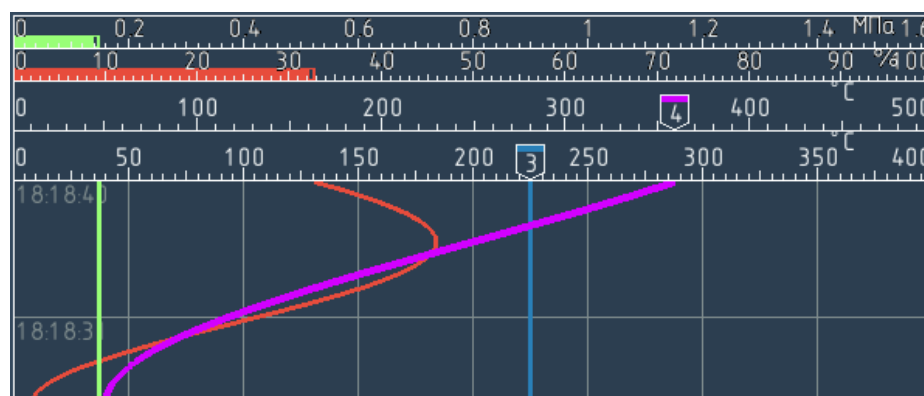

Рисунок 4.7 – окно графика (четыре шкалы)
- ▶ если шкал больше 3-х, то шкалы начиная с третьей имеют уменьшенную ширину (см. рисунок 4.7).
Кроме того, только для групп, в качестве указателя текущего значения вместо пера может выступать заливка части шкалы соответствующим цветом (см. рисунок 4.7).